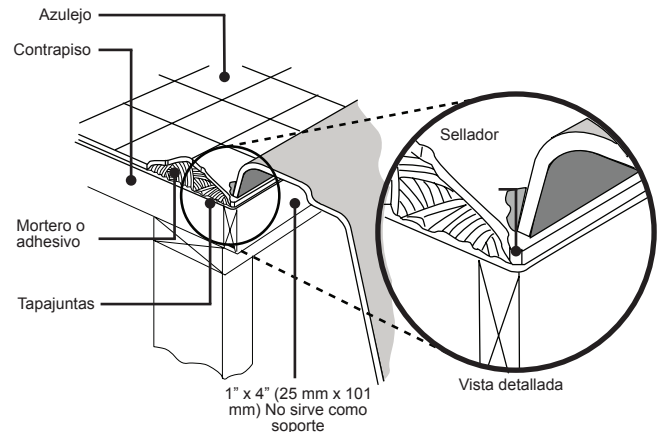

Figura 7: Instalación del recubrimiento
Finalice la instalación del recubrimiento de la bañera (Figura 7).
- 14** Aplique masilla alrededor del perímetro de la bañera para sellar el espacio entre el borde y la plataforma terminada (Figura 7 de la página anterior).